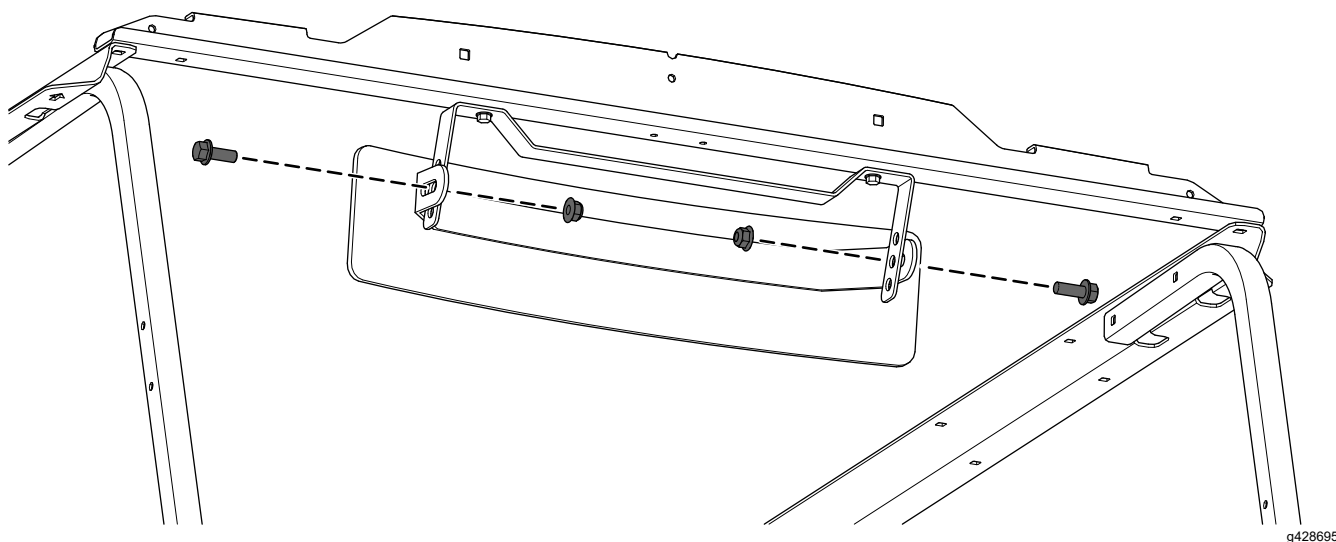

Figure 5
2. Fixez le rétroviseur grand angle sur son support à l'aide de 2 boulons à embase ($\frac{3}{8} \times 1$ po) et 2 contre-écrous ($\frac{3}{8}$ po), comme montré à la Figure 5.